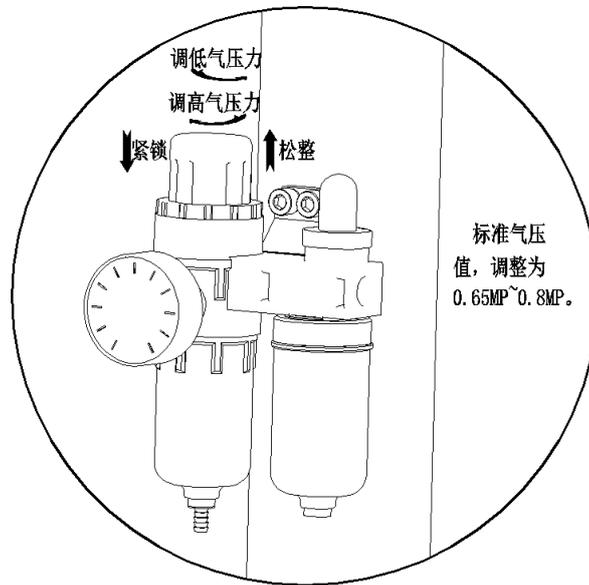

图 1-7 气压的调整
3)、设备气压的调整如图 1-7 所示。设备的气压允许调节范围是 0.5~0.8MPa, 开机前请将气压调整到 0.5~0.6MPa 之间。